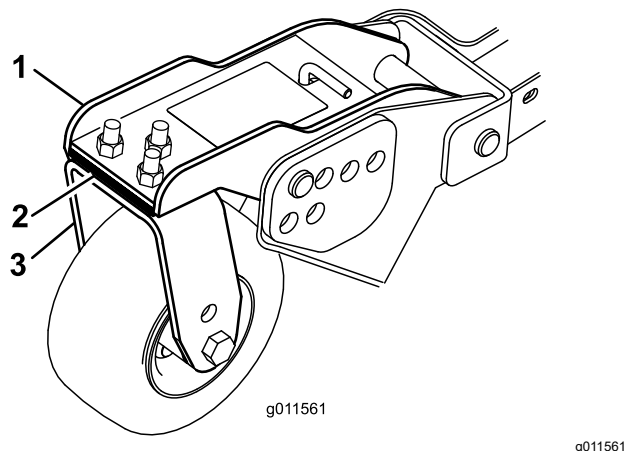

Figura 29
3. Regolate gli spessori (3 mm) sul braccio (o bracci) della ruota orientabile anteriore (o ruote) finché l'altezza di taglio non corrisponde al valore riportato sull'adesivo (Figura 29).
3. Se il bordo interno dell'apparato di taglio laterale è troppo alto rispetto al bordo esterno dell'apparato di taglio anteriore, togliete uno spessore dalla base del braccio della ruota orientabile anteriore interna dell'apparato di taglio laterale (Figura 29).